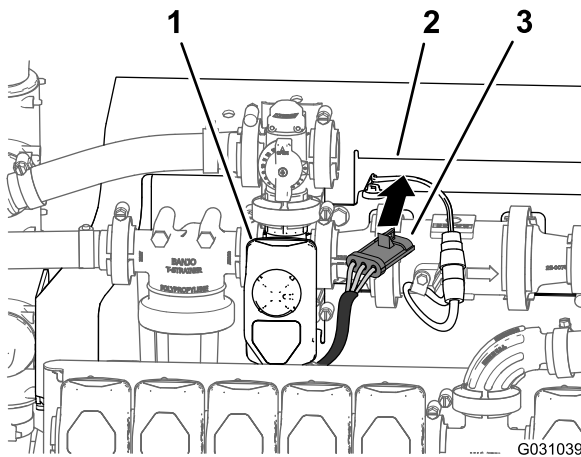

Bild 102
5. Verlegen Sie den 3-Stift-Stecker für den Kabelbaum des Rührwerkventils nach vorne zur Verteilerbefestigung (Bild 102).